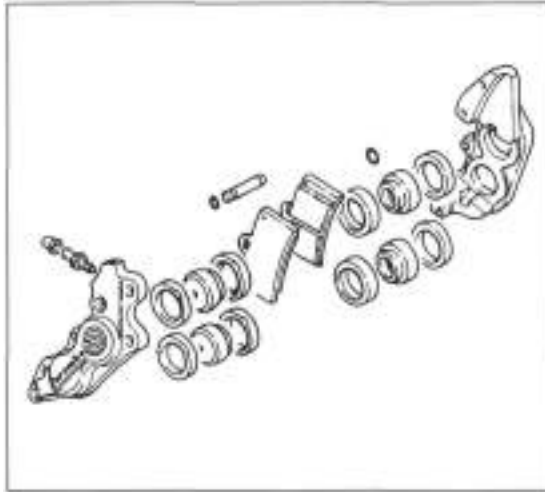

Bild 217
- Bei Bremssattel Typ P4 30/34 (Bild 217) beachten, dass unterschiedlich grosse Kolben und entsprechende Dichtungen verbaut werden.